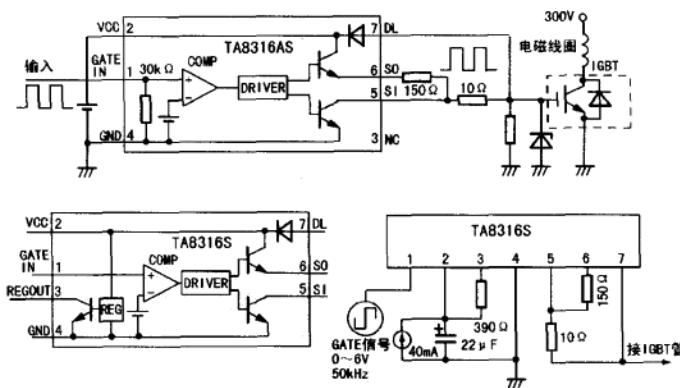

图 1-3
TA8316 分为 TA8316S 和 TA8316AS 两种型号，两者的内部电路如图 1-3、图 1-4 所示。
从图 1-3 中可以看出，两种型号的 IC 内部电路略有差别，TA8316AS 的③脚为空脚，而 TA8316S 的③脚为电源保护端，③脚和②脚之间接一只  $390\Omega$  的电阻。当外电源高压串入集成块时，③脚输出低电平，将高压通过电阻短路到地，从而保护 IC。虽然电路略有差异，但两种型号可直接代换，②、③脚间  $390\Omega$  电阻可不接。